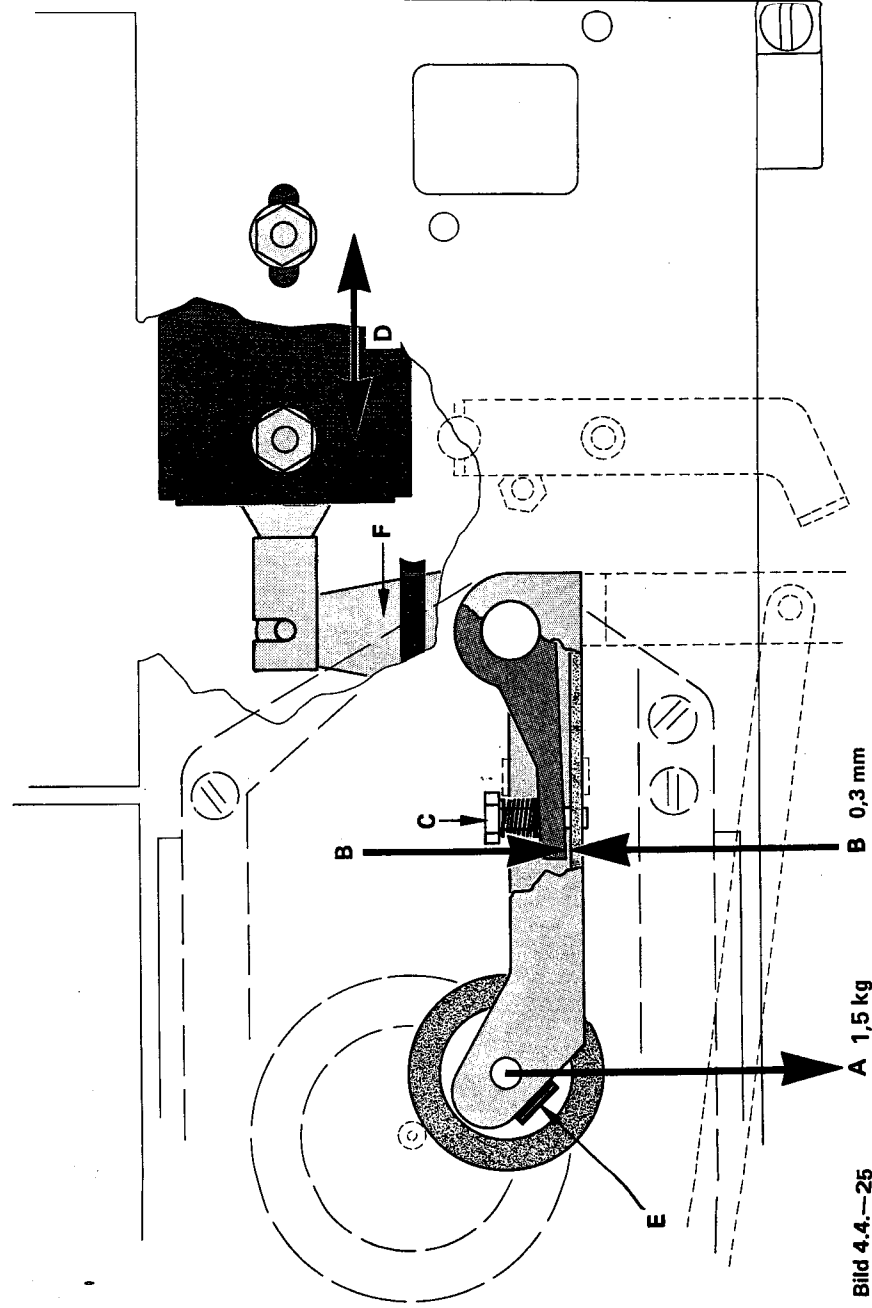

Bild 4.4.-25
- Andruckrollenachse von oben am Einstich halten und Bolzensicherung E (Bild 4.4.-25.) seitlich wegziehen.
Nach dem Auswechseln des Andruckarmes ist eine Neueinstellung gegenüber dem Hebel F (Bild 4.4.-25) erforderlich. Wenn der Hebel am Anschlag steht (Magnetanker ausgefahren), soll die Distanz zwischen Tonwelle und Andruckrolle 10 mm betragen.